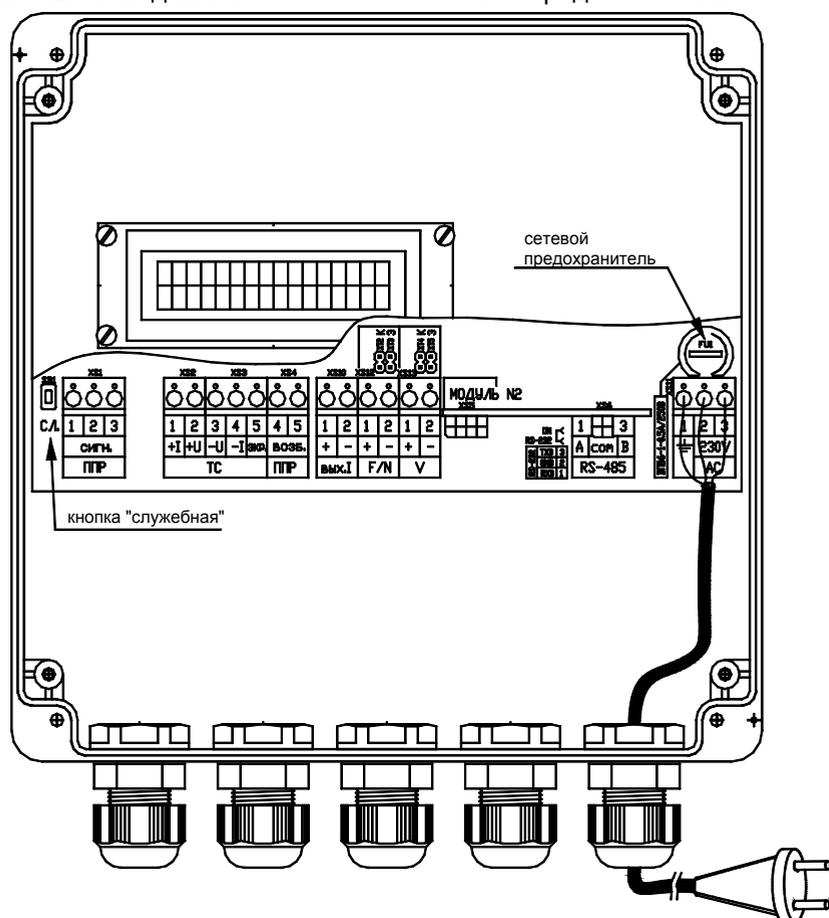

Рис. 8.10
8.7.3 Для проведения монтажа необходимо отвернуть 4 винта на передней панели ППМ и снять переднюю панель. После этого освобождается доступ к разъемам и клеммникам для подсоединения внешних цепей. Внешний вид ППМ со снятой передней панелью приведен на рис. 8.10.